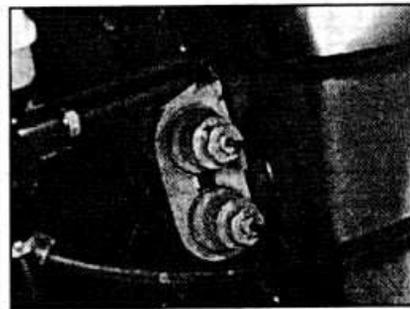

Рис. 9.60. Расположение клапана регулировки давления в тормозной системе на лонжероне моторного отсека.
- Клапан регулировки давления в тормозной системе расположен в моторном отсеке на левой передней стороне лонжерона или непосредственно в выпускных каналах тормозной жидкости главного тормозного цилиндра (см. рис. 9.60).